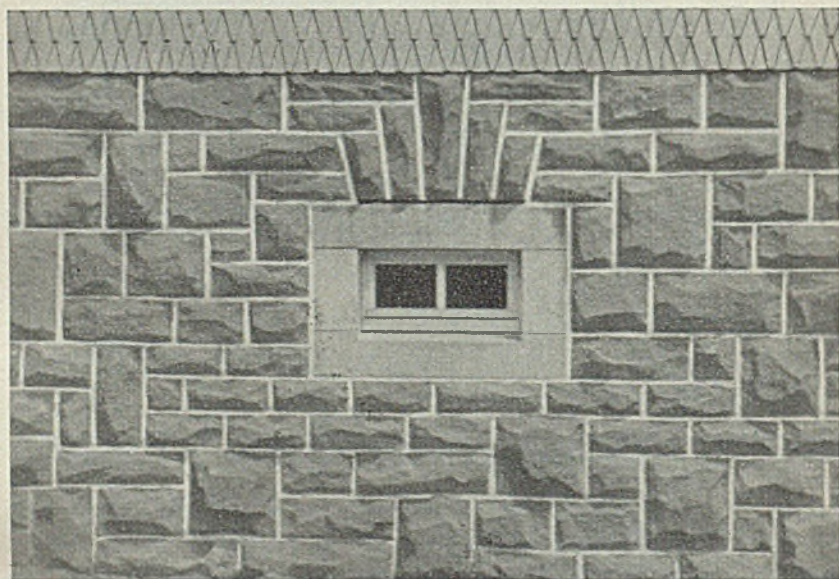

Abb. 33. Haussockel aus Bruchsteinmauerwerk mit einer Fensterverblendung aus Werksteinen.
4. Natursteine dürfen nicht auf Durchbiegung beansprucht werden. Bei Tür- und Fensterstürzen ist daher die Last des darüberliegenden Mauerwerkes durch einen Entlastungsbogen, Entlastungsturz usw. abzufangen. Zwischen diesem und dem Überlagstein muß eine offene, mörtelfreie Fuge verbleiben. (Siehe Abb. 33 u. 36.)